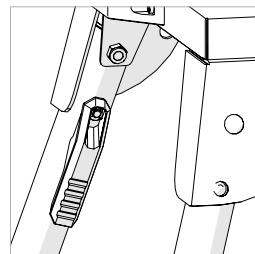

Fig. 1
- Kläm läs-/upplåsningsspaken (**Fig. 1**) mot benet för att ta den ur det ursprungliga läget.
- Upprepa processen fram tills alla fyra (4) ben har placerats.
- Se till att alla fyra (4) ben är helt låsta i arbetsläget.